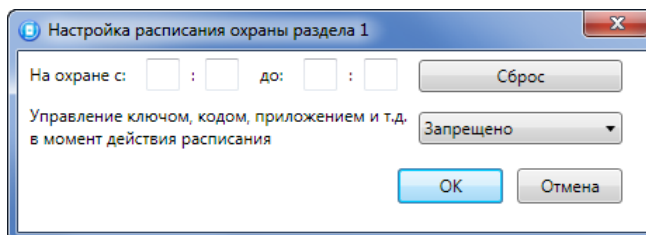

Рисунок 4.28 — Настройка расписания охраны раздела
- *Расписание*: позволяет установить интервал времени, в течение которого раздел должен находиться на охране (можно задать не только интервал времени, но и указать только начало периода или только его конец). Персоналу объекта можно как предоставить возможность управлять режимом охраны раздела вручную в период действия расписания, так и запретить любые изменения режима охраны раздела (см. рисунок 4.28).